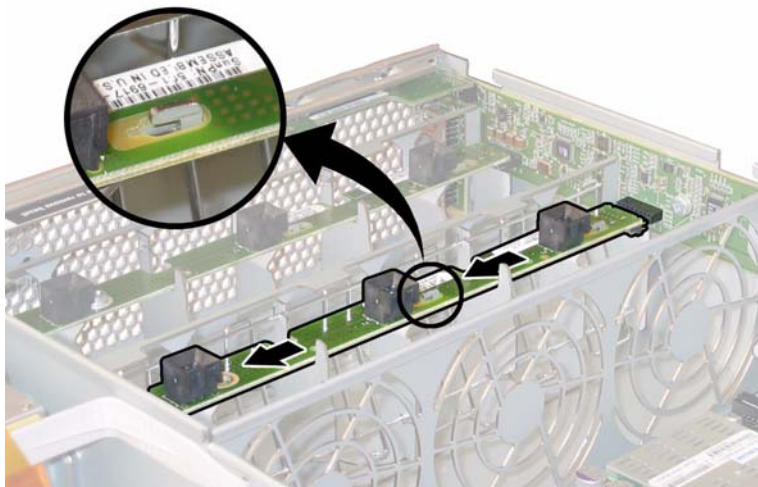

ABBILDUNG 4-20 Ausbauen der Lüfteranschlussplatine
6. Schieben Sie die Lüfteranschlussplatine zur Mitte des Gehäuses, um sie von der vorderen I/O-Platine zu trennen und aus den beiden Haltenasen am Gehäuse zu lösen. Siehe **ABBILDUNG 4-20**.